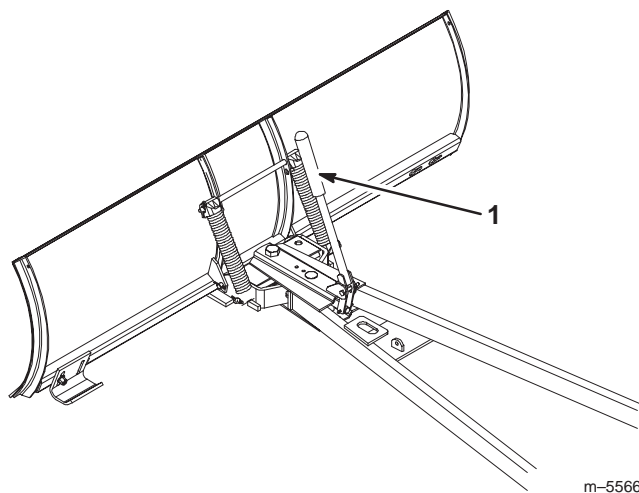

Bild 17
2. Drücken Sie den Schalthebel mit einer Hand nach vorne (Bild 17). Positionieren Sie gleichzeitig das Schneeräumschild mit der anderen Hand, bis Sie den gewünschten Winkel erzielt haben.